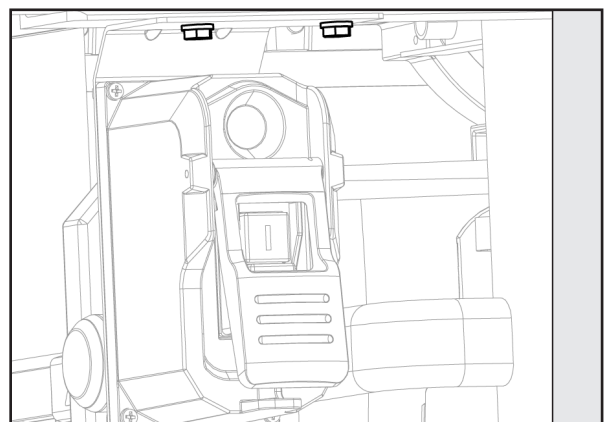

FIGURA 14
1. Sujete el tubo de la guía al perfil frontal usando cuatro (para versiones de 30") o seis (para versiones de 52") tornillos de cabeza hexagonal redondeada 1/4-20 x 1/2" y arandelas de presión de 1/4 pulgadas a través de los orificios (B) en la parte inferior del perfil frontal.
2. Alinee los dos orificios en el soporte de la caja de interruptor con los orificios por debajo del perfil frontal, como se muestra en la Figura 14 (C), que se ubica en el lado izquierdo de la sierra. Sujete la caja de interruptor al perfil frontal usando dos tornillos de cabeza hexagonal de 1 / 4-20 x 1/2-pulgada con arandelas de resorte.